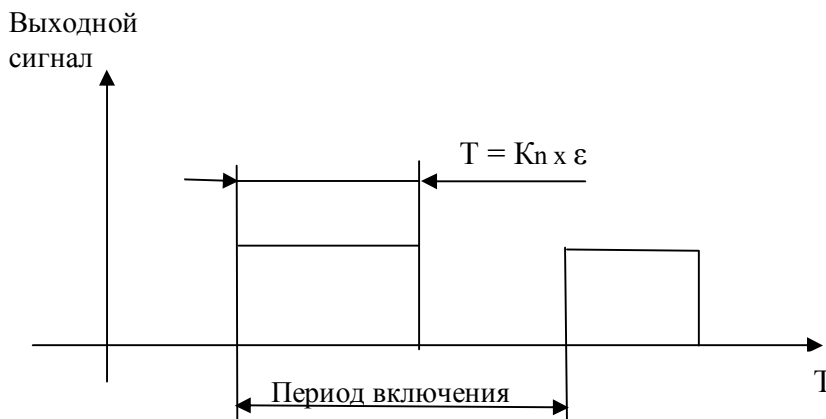

Рис. 2
2.3.9. Давление газа, разрежения регулируется по пропорциональному закону регулирования с широтно-импульсной модуляцией (ШИМ) выходного сигнала (Рис.2).